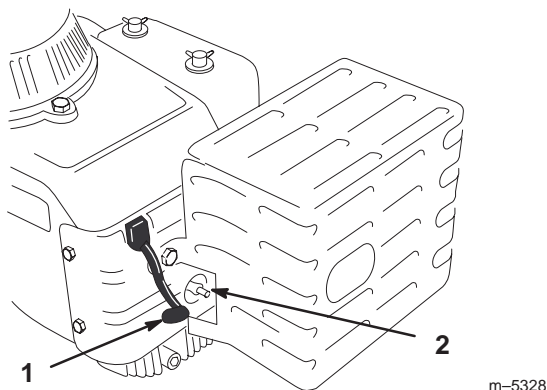

Figure 28
2. Débranchez les fils des bougies (Fig. 28). Nettoyez la surface autour des bougies pour éviter que des impuretés endommagent le moteur en tombant à l'intérieur.
3. Connectez les fils aux bougies (Fig. 28).